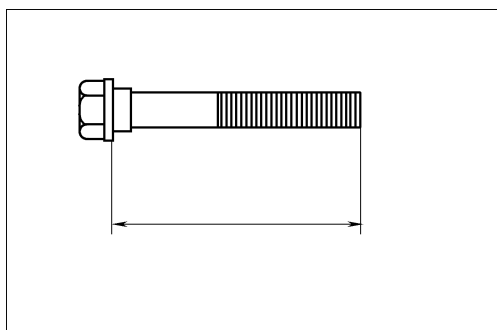

图 2-145 螺栓长度极限值
- ① 将主轴承盖上的箭头朝向正时齿带一侧安装。
- ② 拧紧主轴承盖螺栓之前，如图 2-145 所示，应确认螺栓长度小于极限值。如果大于极限值，应